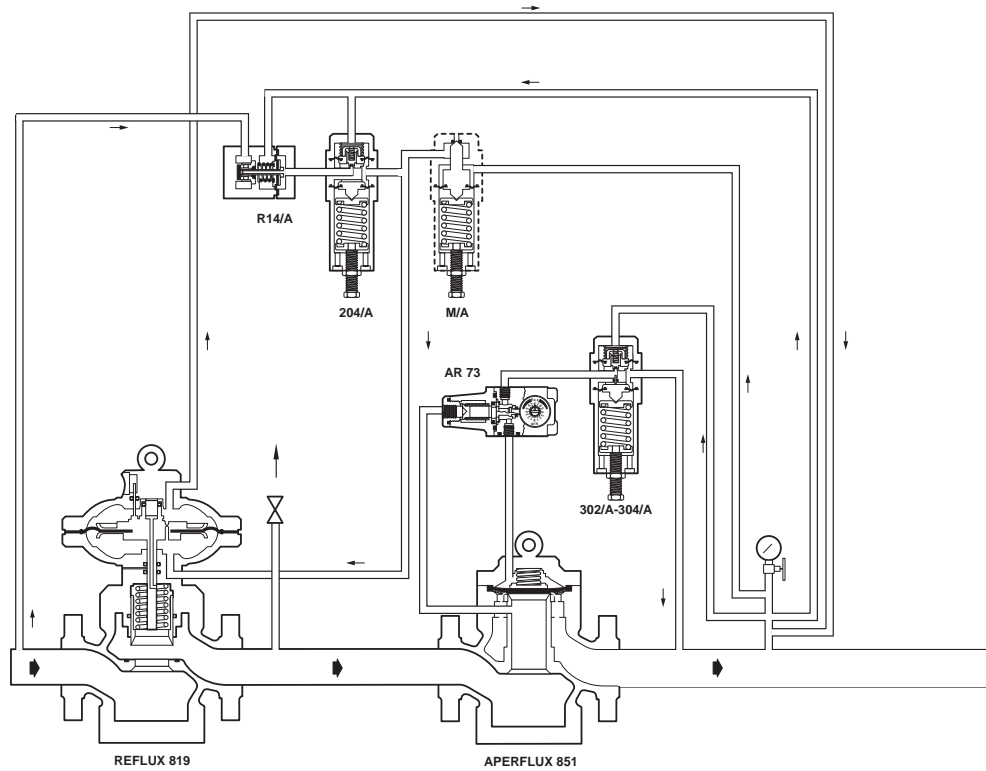

Fig. 18
- Reflux 819 regulator (fig. 18);